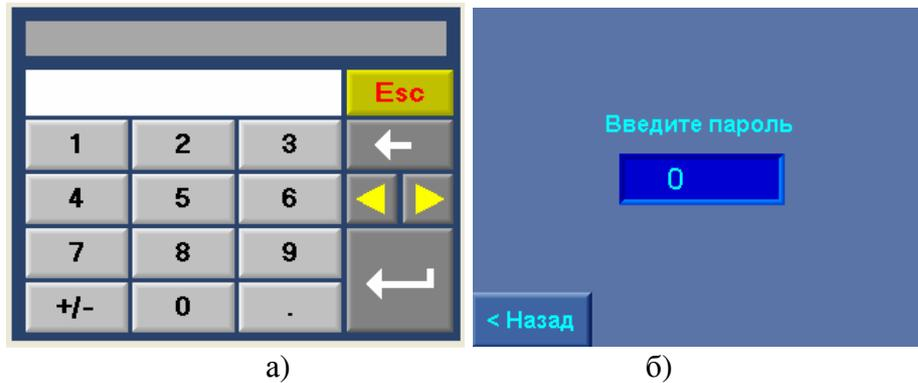

Рис. 9.1. Меню ввода: а) параметра, б) пароля
Программирование значения параметра производится либо последовательным нажатием соответствующей клавиши экрана, либо нажатием на поверхность экрана пальцем в области изображения программируемого параметра. При этом появляется меню ввода параметра (рис. 9.1 а).
Ввод параметра производится последовательным нажатием на клавиши экрана меню (рис. 9.1 а). Разделительный знак между целым и дробным значением – «точка». Для «стирания» введенных символов необходимо последовательно нажимать клавишу «←».
Для программирования структуры комплекса необходимо в Меню перехода (рис. 1.3) нажать клавишу «**Структура комплекса**». В том случае, если пароль доступа первого уровня не введен (при его отличии от нулевого значения), система запрашивает ввод пароля, при этом производится переход к меню рис. 9.1 б).
2) значение таймера, определяющего время формирования отказа 0...999,99 секунды. Программирование таймера производится касанием экрана БУК в области его значения пальцем или стилусом. При этом появляется меню ввода (рис.9.1 а), в котором по принципу калькулятора записывается значение параметра. После нажатия клавиши «Ввод» Меню – возврат к исходному меню.
Программирование количества насосов производится касанием экрана БУК в области программируемого значения, при этом появляется меню ввода параметра (рис. 9.1а). После записи параметра и нажатия клавиши «Ввод» производится возврат к исходному меню.